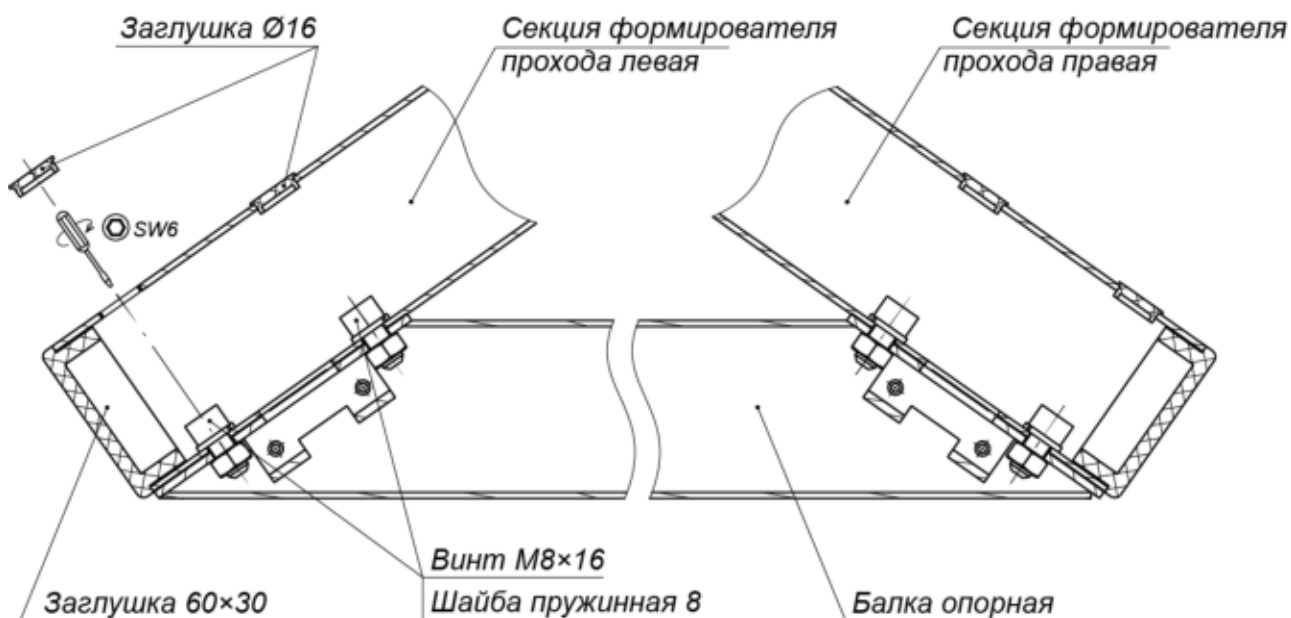
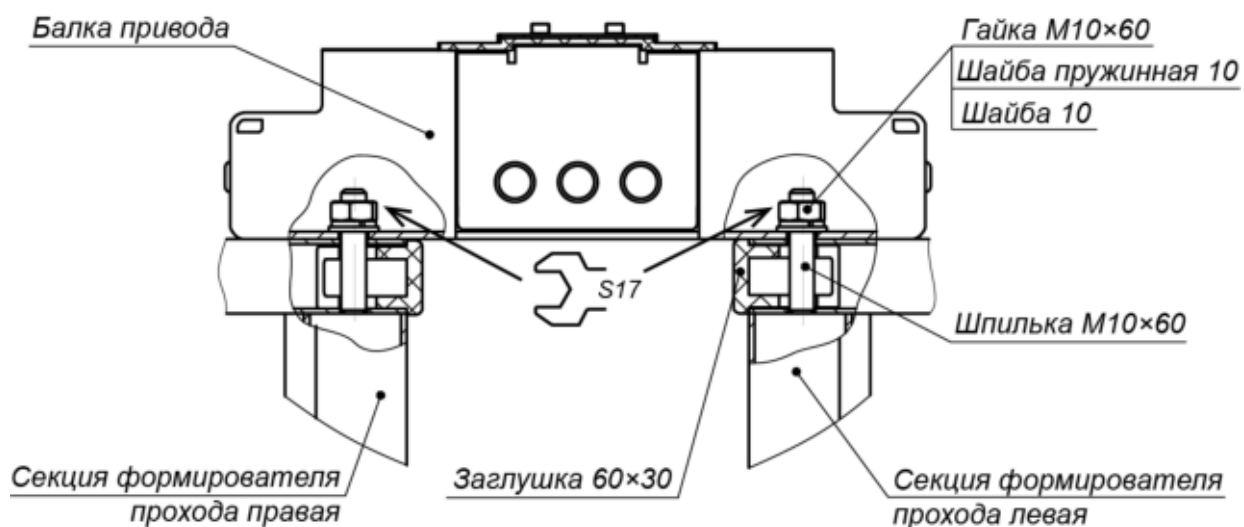

Рисунок 15. Крепление балки опорной к секциям формователя прохода
Рисунок 16. Крепление балки привода к секциям формователя прохода
- Установите секции (6) формователей прохода на установочную поверхность, ориентируя отверстия в опорных фланцах по расположению анкеров. При этом левая и правая секции каждого ИУ турникета должны быть правильно выставлены и сориентированы: блоки индикации формователей должны быть развернуты наружу (см. рис. 2) и учтено расположение на секциях мест крепления опорной балки (см. рис. 15).
14. Установите балки опорные (7) на секции (6) формователей прохода, каждую в следующем порядке (см. рис. 15):
15. Распакуйте балку привода (9) с крышкой (10) (ящик №1).
16. Произведите монтаж балки привода (9) (работайте вдвоем!):
- Снимите крышку (10) с балки привода (см. разд. 6).
- Используя две стремянки, осторожно установите балку сверху на турникет, при этом шпильки, расположенные на секциях (6) формователей прохода, должны попасть в соответствующие отверстия в балке. Будьте внимательны – не повредите соединительные кабели!
- Придерживая балку, осторожно приподнимите ее с одной стороны и пропустите концы кабелей индикации (14) из балки опорной (7) в соответствующие отверстия балки привода. Временно закрепите их внутри балки (к примеру, с помощью скотча). Те же самые действия произведите с другой стороны балки.
- Закрепите балку привода на секциях (6) формователя прохода четырьмя гайками М10 с шайбами (см. рис. 16), накрутив их на шпильки с помощью торцевого ключа S17. Затяжка гаек предварительная, для возможности регулировки положения.
- Проверьте вертикальность положения ротора с помощью уровня. При необходимости устраните отклонение от вертикальности путем смещения балки привода (9) в пределах допуска монтажных отверстий. Окончательно затяните все гайки и винты крепления балки привода.
20. Закройте пластиковыми заглушками Ø16 отверстия для винтов соединения секций ротора (2) и отверстия крепления балки опорной (7) к секциям (6) формирователя прохода (см. рис. 15 и 19).